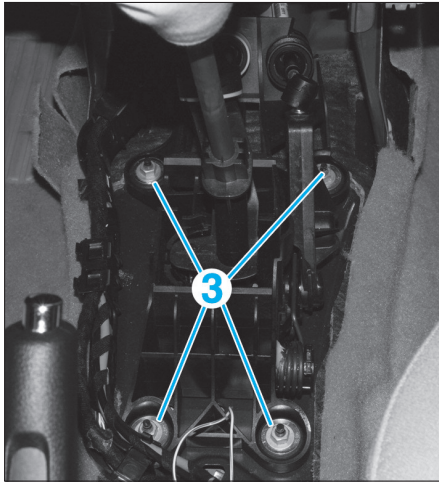

Fig. 11
- Déposer les écrous (3) (Fig.11).